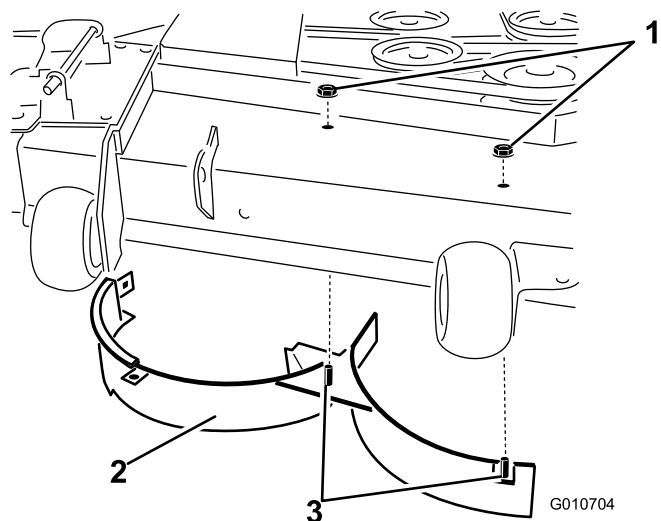

Figura 32
- Retire las 2 contratuercas (5/16") que sujetan las clavijas soldadas del deflector derecho a la parte superior de la carcasa del cortacésped en las posiciones centro y centro derecha (Figura 32).